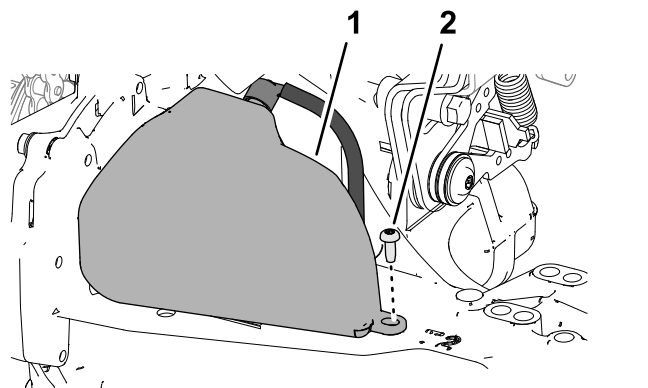

Figura 58
2. Retire y guarde el tornillo (Nº 10 x 1/2") y suelte la fijación de carraca que sujeta el depósito de expansión a la carcasa (**Figura 58**).